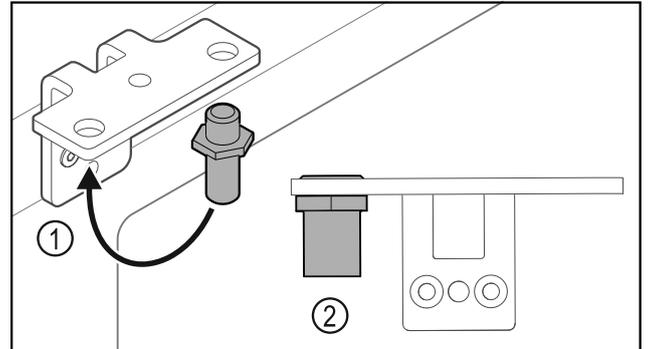

Fig. 27
- Mettre l'axe Fig. 27 (1) dans l'autre trou de l'équerre de charnière.
- Serrer l'axe Fig. 27 (2) au **couple de 12 Nm**.